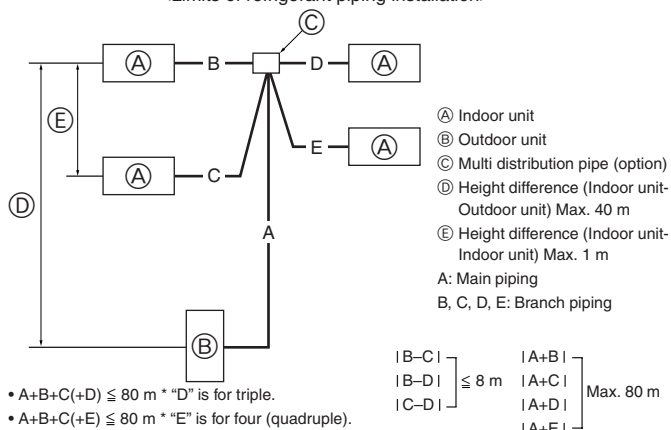

Fig. 5-8
5.8. For twin/triple/quadruple combination (Fig. 5-8)